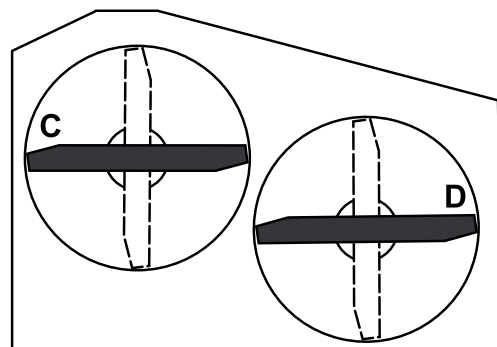

Bild 60
2. Stellen Sie die Schnittmesser seitlich. Messen Sie von einer ebenen Fläche bis zu den Stellen **C** und **D** an den Schnittkanten der Messerspitzen (Bild 60).